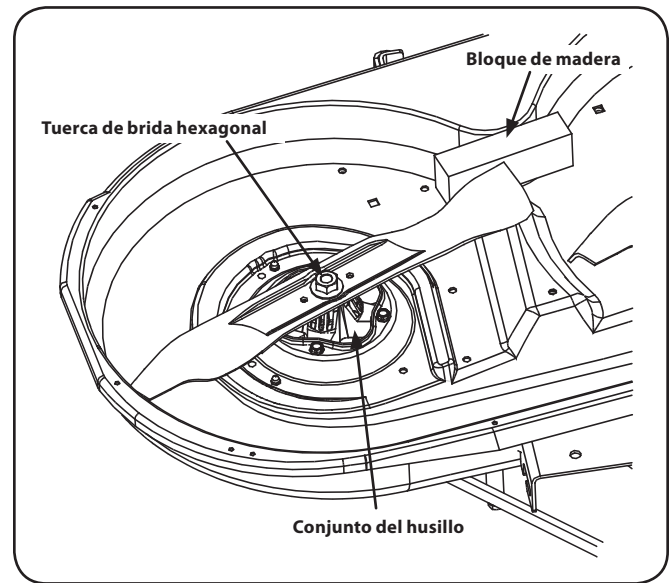

Figura 7-9
2. Use una llave de $\frac{15}{16}$ " para sostener la tuerca hexagonal en la parte superior del conjunto del husillo cuando afloje la tuerca hexagonal que fija la cuchilla. Se puede colocar un bloque de madera entre el alojamiento de la plataforma y el borde de corte de la cuchilla para ayudar a aflojar la tuerca hexagonal que fija la cuchilla. Vea la Figura 7-9.